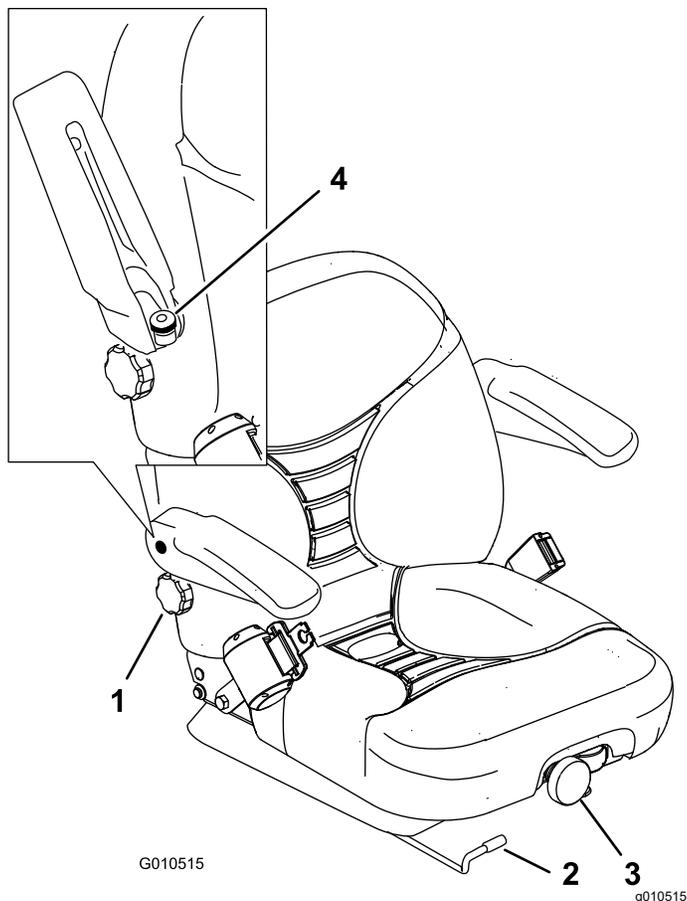

Figura 31
1. Para ajustar, desloque a alavanca para o lado e desbloqueie o banco (Figura 31).
Para o ajustar, rode o botão da frente numa das direções para proporcionar o máximo conforto (Figura 31).
Para ajustar, rode o botão, sob o apoio do lado direito, numa das direções para proporcionar o máximo conforto (Figura 31).
Eleve o apoio dos braços e rode o botão numa das direções para proporcionar o máximo conforto (Figura 31).